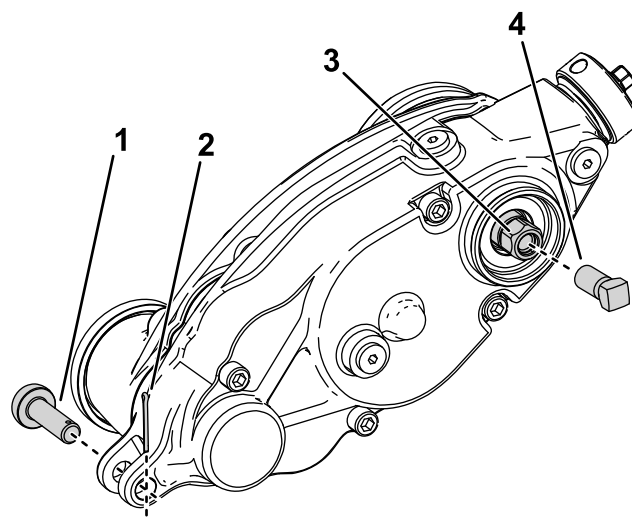

Figura 28
3. Retire el pasador de ajuste y la chaveta que conectan la caja de transmisión del groomer a los brazos de ajuste (Figura 28).
5. Instale el tornillo de refuerzo (Pieza N° 1-803022 — se vende por separado) en las roscas internas de la cabeza hexagonal de la transmisión del groomer, y apriete a 13.5 N·m (120 pulgadas-libra), como se muestra en la Figura 28.
6. Retire la caja de transmisión del groomer del molinete de corte girando la cabeza hexagonal de la transmisión del groomer (Figura 28).